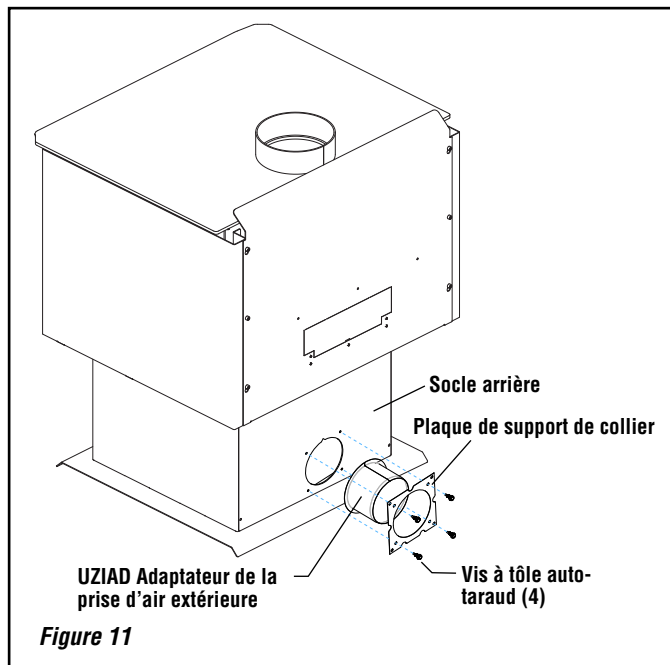

Figure 11
2. **Installer le socle arrière** comme illustré à la **figure 11**.
**Col avec support de col :** Centrer le collier de 4 po de diamètre sur l'orifice d'admission d'air, puis le fixer avec le support de collier à l'aide des quatre (4) vis Tek de 5/8 po fournies, en alignant la plaque sur les trous de capture de l'unité. Dans certains cas, les trous de capture ne sont pas percés; dans ce cas, utiliser les vis Tek pour commencer les trous directement (**Figure 11**).
4. **Installation des conduits et registre d'air (voir Figures 11 à 13)** - l'ensemble d'air extérieur peut être installé selon les exigences suivantes:
- b) Le registre d'admission d'air ne doit pas être installé à plus de dix (10) pieds (3050 mm) au-dessus de la base du poêle.
- Installer la prise dans la buse existante du poêle (see **figure 11**).